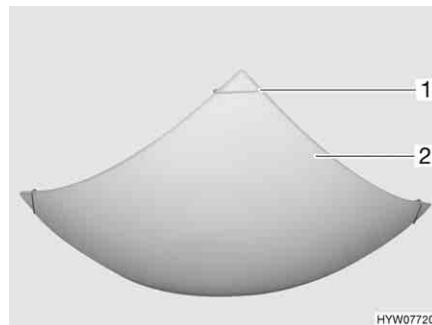

Fig. 151 Lampada a soffitto (quadrata)
- Tirare verso l'esterno due delle quattro graffe di supporto (Fig. 151,1) poste sulla lampada a soffitto contro la resistenza delle molle e spingerle verso l'alto sopra la copertura della lampada (Fig. 151,2).